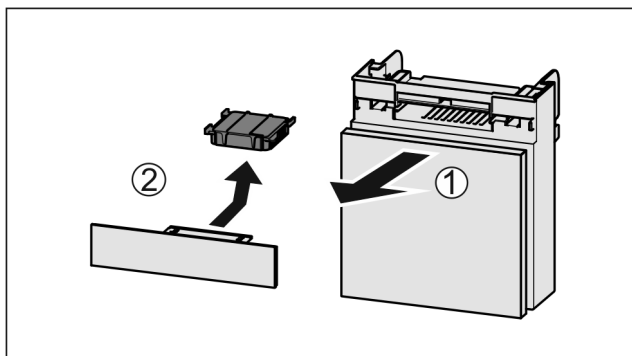

Fig. 157
- Predal izvlecite Fig. 157 (1) naprej.
- Odstranite Fig. 157 (2) aktivni ogljeni filter.